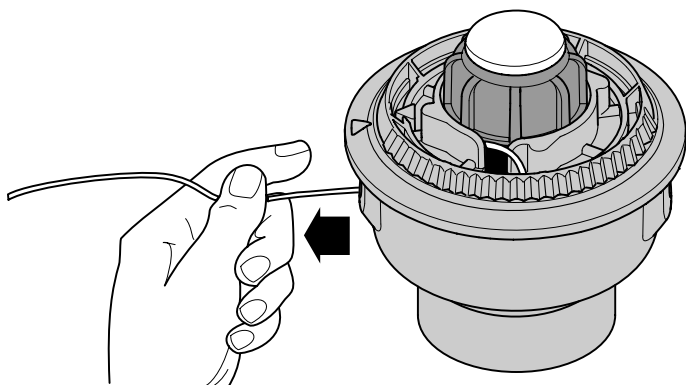

Fig. 44
6. Tirez le fil de la bobine extérieure jusqu'à ce qu'il soit bien serré contre le moulinet intérieur (Fig. 44).